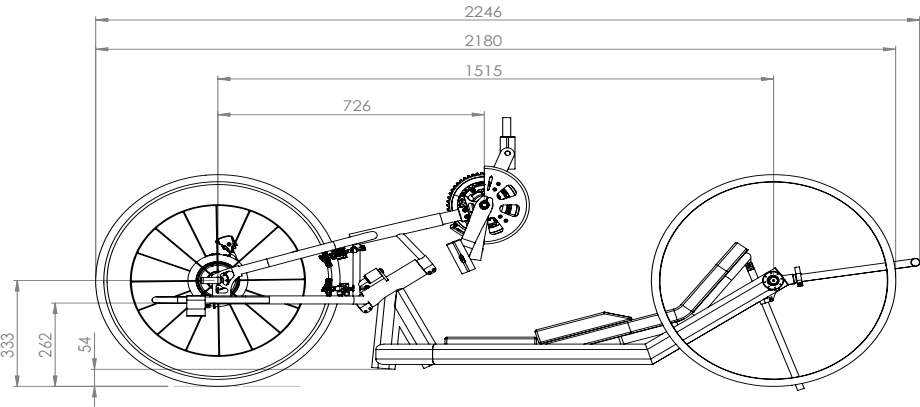

Figura 16 - Dimensões da HANDBIKE
9.1 DIMENSÕES E ESPECIFICAÇÕES DA Handbike VEMEX® (Figura 16)